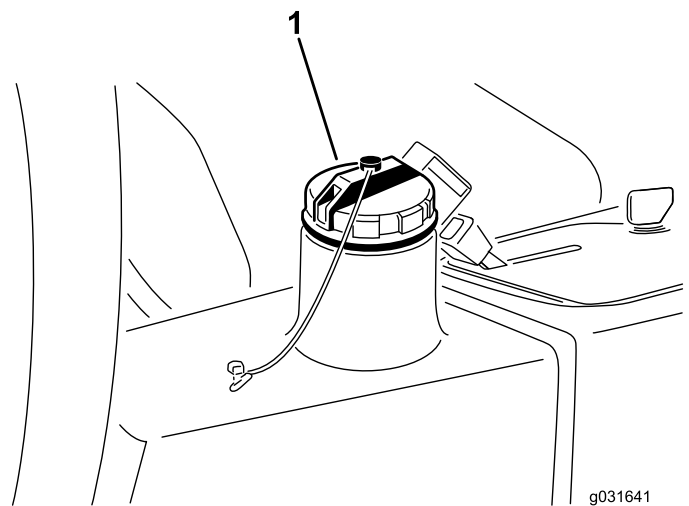

Рисунок 64
4. Залейте в гидравлический бак (Рисунок 64) приблизительно 13,2 литра гидравлической жидкости; см. Проверка гидравлической системы \(страница 58\).